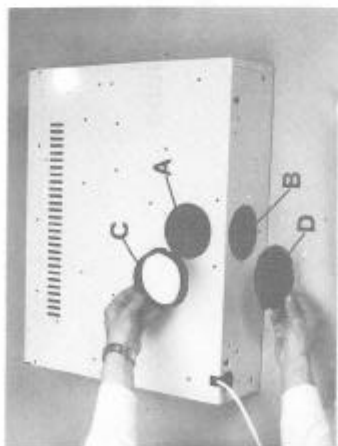

Fig. 1
Das Gerät hat zwei Abzugslöcher, das eine befindet sich am oberen Teil A (Abb. 1) und das Andere am hinteren Teil B (Abb. 1). Sie werden je nach Bedarf benutzt, um die verbrauchte Luft entweder nach hinten oder nach oben abzuleiten.
Die Abzugshaube wird bereits ab Werk geliefert mit einer Abzugsöffnung, die nach oben zeigt und einem Anschlusssring C (Abb. 1) auf den dann das Rohr zum Ablassen der verbrauchten Luft nach aussen gesetzt wird. (Siehe Abschnitt Installation).
Die hintere Abzugsöffnung dagegen ist mit einem Deckel D (Abb. 1) geschlossen. Wenn Sie statt der oberen Abzugsöffnung für die Haube vorgesehen ist, die hintere Abzugsöffnung benutzen wollen, verfahren Sie wie folgt:
- Nehmen Sie den Deckel D (Abb. 1), aus der hinteren Öffnung B (Abb. 1), indem Sie die dafür vorgesehenen Schrauben lösen.
- Setzen Sie den Deckel, den Sie aus der hinteren Abzugsöffnung entfernt haben, in die obere Öffnung ein, nachdem Sie aus der letzteren den Anschlusssring C (Abb. 1) entfernt haben und befestigen Sie ihn mit der vorgesehenen Schraube.
- Setzen Sie den Anschlusssring C (Abb. 1) in die hintere Abzugsöffnung zwecks Anschluss des Abzugsrohrs ein.
- Setzen Sie den Deckel D in die obere Öffnung A und befestigen Sie ihn mit der vorgesehenen Schraube (Abb. 1).
- une sur la partie supérieure A (fig. 1).
- une sur la partie arrière B (fig. 1).
La hotte aspirante pour évacuation vers le haut est munie d'un anneau C (fig. 1) sur lequel on peut raccorder le tuyau d'évacuation (voir chapitre "INSTALLATION"). L'ouverture d'évacuation arrière est fermée par un couvercle D (fig. 1). Si vous désirez utiliser l'ouverture d'évacuation arrière, procédez comme suit: